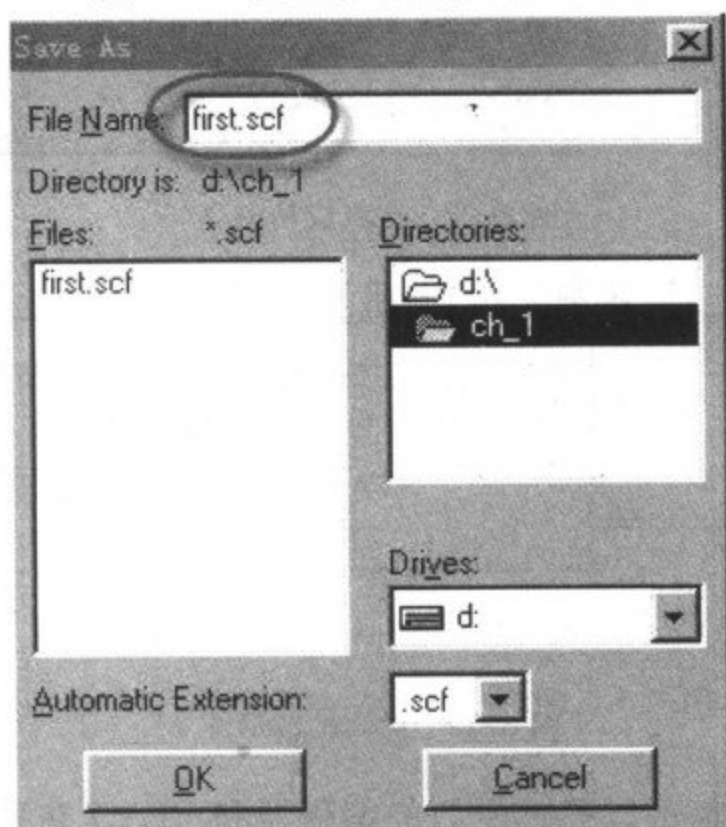

图 3-26 保存波形图文件
(6) 单击保存按钮, 将文件保存为 first.scf 文件, 如图 3-26 所示。